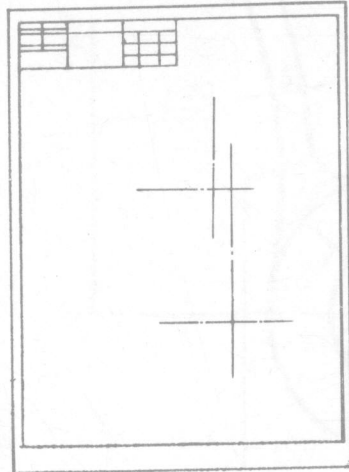
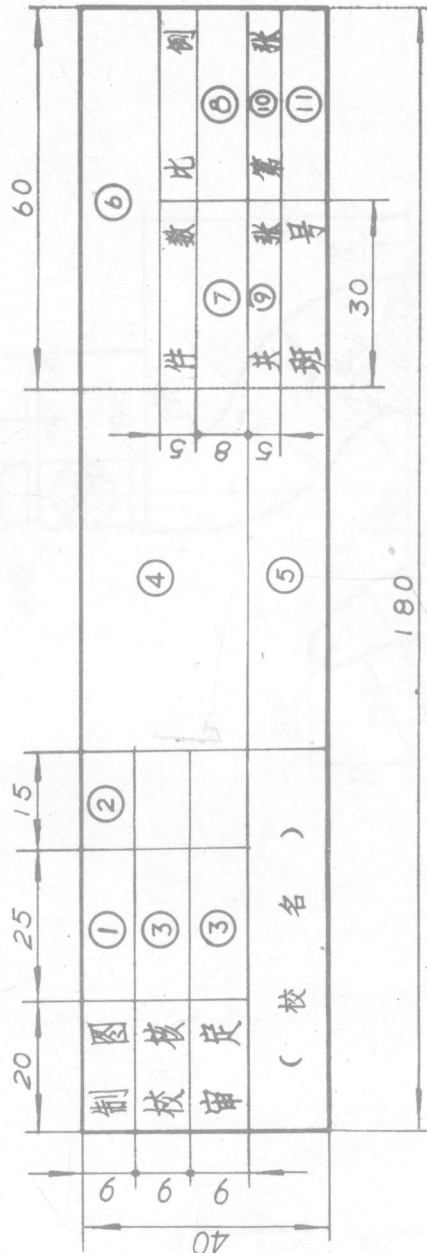

图1-2
图1-7
2. 按图幅规定格式，用底稿线画图框及标题栏（标题栏的格式与尺寸，如图1-7），如图1-2所示。
3. 图形要匀称地布置在图框线内，用底稿线画出图形的中心线和基准线，如图1-2所示。
8. 正确地注写尺寸数字，如图1-6。填写标题栏中的字，如图1-7。栏中：“制图”、“审核”、“审定”用7号字，（校名）用10号字；“班号”用5号字；其余均用3.5号字。空白处①为画图者签名；②填写完成日期：年、月、日；③为教师签名；④为题目名称；如吊钩，用10号字。⑤空白；⑥为题目的号数，如01.04